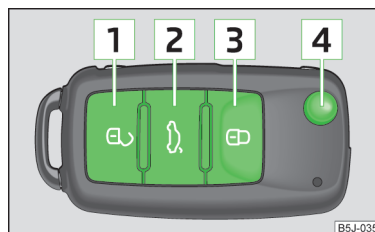

Fig. 16
- Tryk på knappen **1** » Fig. 16.
- Tryk på knappen **3** » Fig. 16.
- Tryk to gange på knappen **3** » Fig. 16 inden for 2 sek. Yderligere informationer » Side 23
- Tryk på knappen **2** » Fig. 16. Yderligere informationer » Side 26
- Tryk på knappen **4** » Fig. 16.
- Tryk på knappen **4** » Fig. 16, og klap nøglekammen ind.